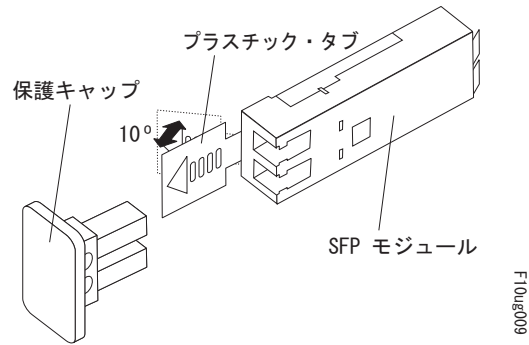

図 75. SFP モジュール・ラッチのアンロック - プラスチック・タブの場合
- プラスチック・タブが入っている SFP モジュールの場合は、149 ページの図 75 に示すように、プラスチック・タブを外側に 10° 引いて SFP モジュールのラッチをアンロックします。